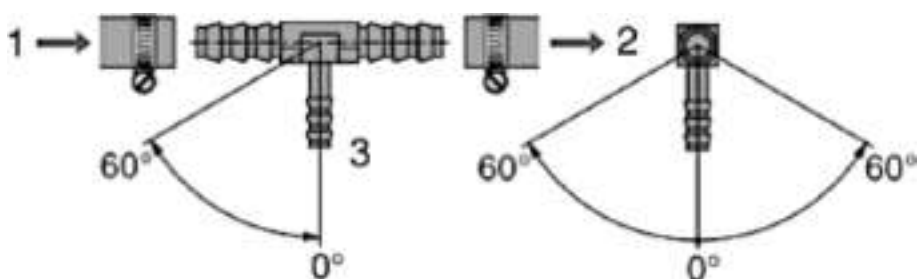

Fig. 36
- Klipp/dela fordonets bränsleledning och montera T-stycket med sina tjockare öppningar mellan rörets två ändar Fig. 36 (1) (2).
- Anslut därefter värmarens bränsleledning med hjälp av en gummimanschett till T-styckets tunna ände Fig. 36 (3).